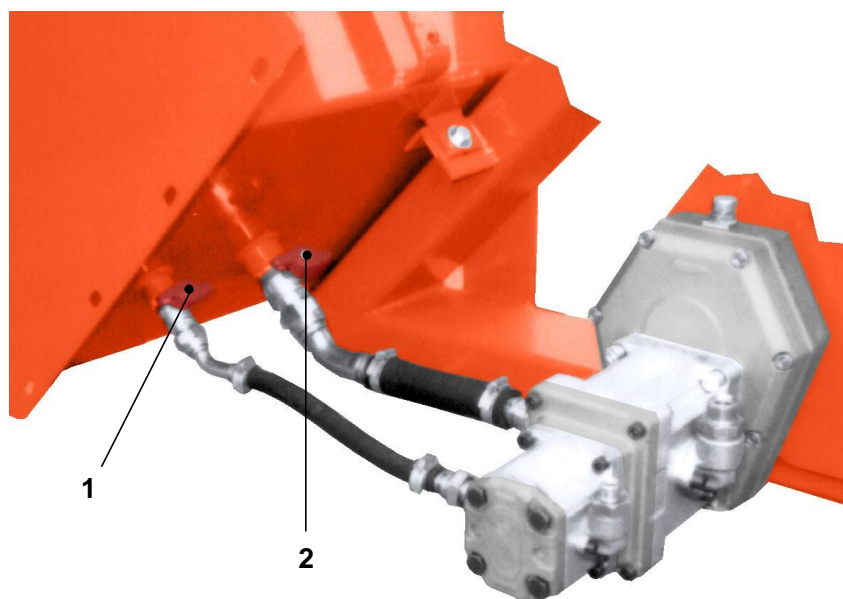

Fig. 6-1 Avstängningsventiler för olja
- Kontrollera att ventilerna 1 och 2 (Fig. 6-1) är öppna.